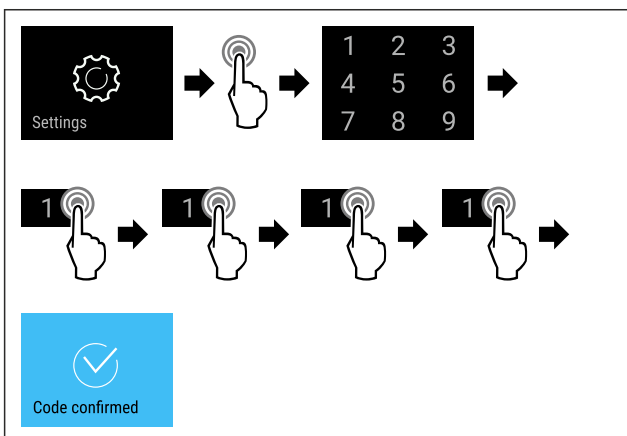

Fig. 100
- ▷ Εκτελέστε τα βήματα ενεργειών (βλέπε Fig. 100).